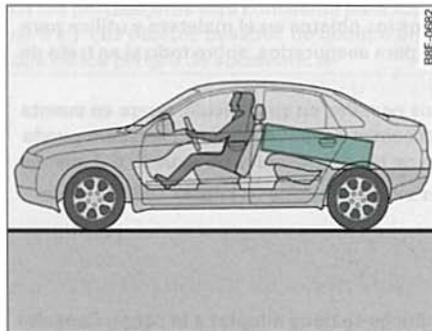

Fig. 96 Los objetos pesados deberían transportarse lo más adelante posible. ▶
- Los objetos pesados deberían transportarse lo más adelante posible ⇒ *página 101*, fig. 96.